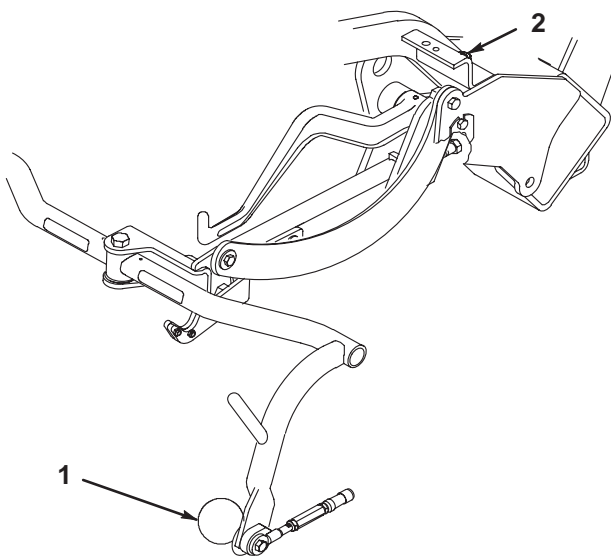

図8
3. 調整方法：キャリア・フレームのストップ・ネジ (図8) のジャムナットをゆるめ、ネジを上下させてキャリア・フレームの高さを変える。調整ができたらジャムナットを締める。